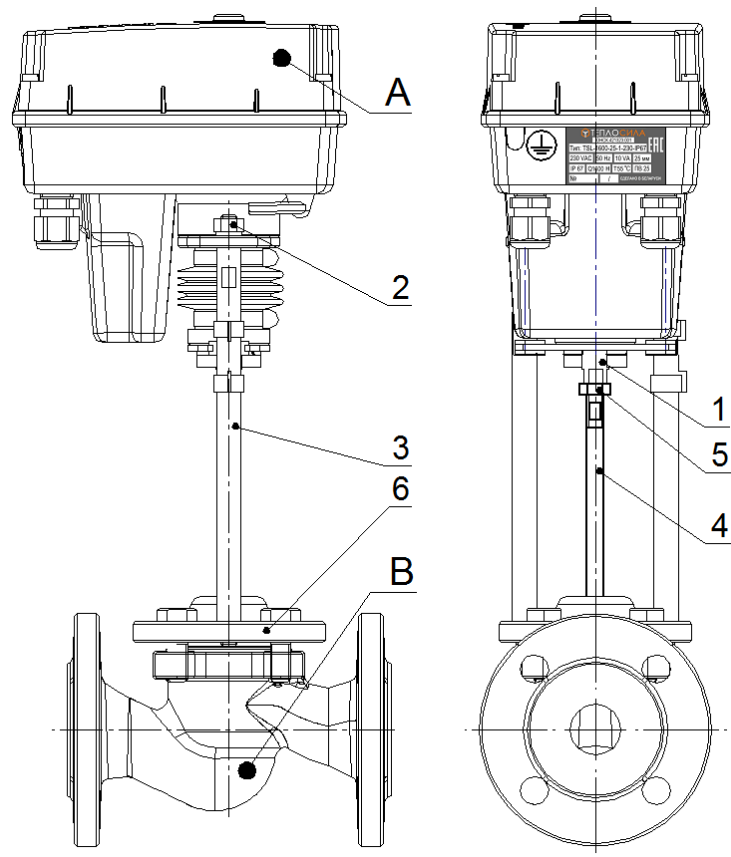

Рисунок 2 – Монтаж электропривода в столбчатом исполнении
Последовательность присоединения (см. рисунок 2) электропривода на арматуру приведена ниже и проводится в следующем порядке:
- отсоединить электропривод от арматуры, открутив гайки со стопорными шайбами (2) и гайку муфты (1) сцепления электропривода со штоком (4) (см. рисунок 2);